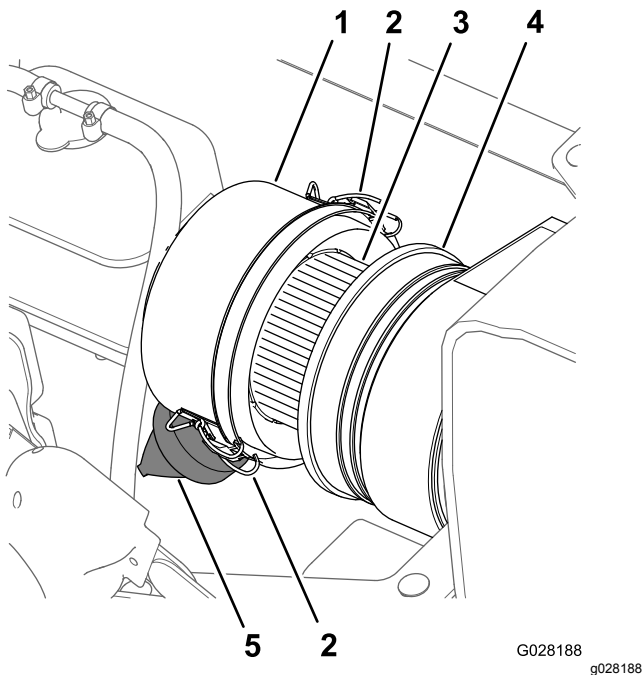
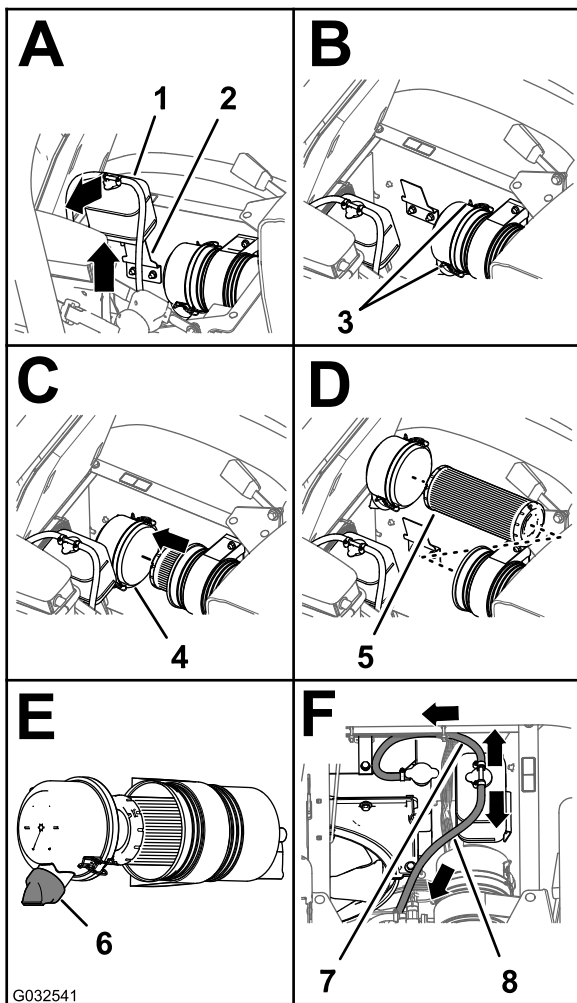

Figura 66
Figura 67
3. Limpie el tapón guardapolvo y el cuerpo del limpiador de aire (Figura 66).
4. Inspeccione la carcasa del limpiador de aire en busca de daños que pudieran causar una fuga de aire (Figura 66).
5. Apriete la válvula de polvo para limpiarla de suciedad, polvo y residuos (Figura 66).
7. Compruebe si el elemento del filtro de aire tiene una acumulación excesiva de suciedad, polvo y residuos (Figura 66).
8. Instale el tapón guardapolvo en el cuerpo del limpiador de aire, y sujete el tapón con los 2 enganches (Figura 66).
2. Limpie el tapón guardapolvo y el cuerpo del limpiador de aire (Figura 66).
3. Levante el depósito de expansión del refrigerante y retírelo del soporte del depósito (Figura 67).
4. Abra los dos enganches que sujetan el tapón guardapolvo a la carcasa del limpiador de aire (Figura 67).
6. Limpie el interior del tapón guardapolvo, la carcasa del limpiador de aire y la válvula de polvo con un trapo húmedo (Figura 66 y Figura 67).
7. Instale el elemento del filtro de aire en la carcasa del limpiador de aire (Figura 67).
8. Instale la tapa sobre el cuerpo del limpiador de aire y sujétela con los 2 enganches (Figura 67).
Nota: Asegúrese de que la válvula de polvo está alineada a una posición entre las 5 y las 7, vista desde el extremo (Figura 67).
9. Alinee el depósito de expansión del refrigerante con el soporte del depósito y coloque el depósito firmemente (Figura 67).
Importante: Asegúrese de que la manguera de alivio de presión está enrutada hacia delante y hacia abajo, y que la manguera de ventilación está enrutada hacia atrás, como se muestra en la Figura 67.